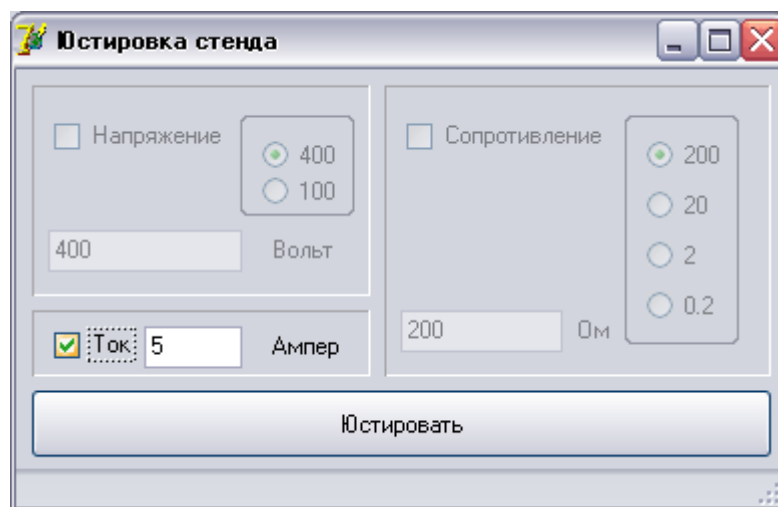

Рис. 16
3.2.6.3. Выбирается пункт верхнего меню «Юстировка», см. п. 2.3. На экране появляется окно рис. 16.